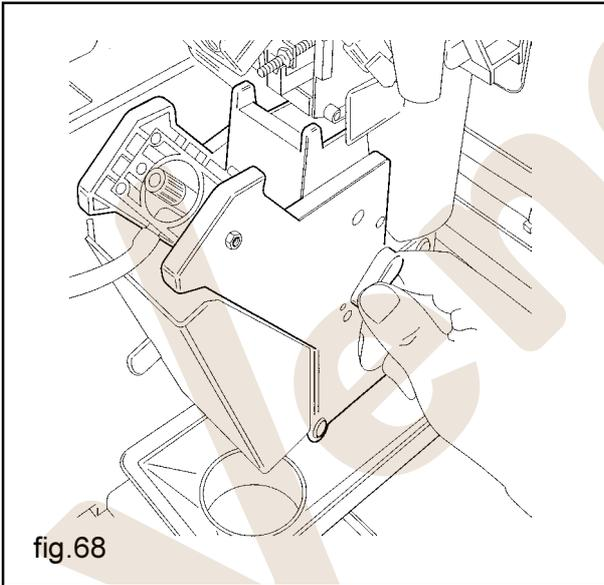

fig.68
- extraer el grupo para facilitar la operación de limpieza (fig. 68) y con un pincel, limpiar los residuos de polvo de café del grupo.